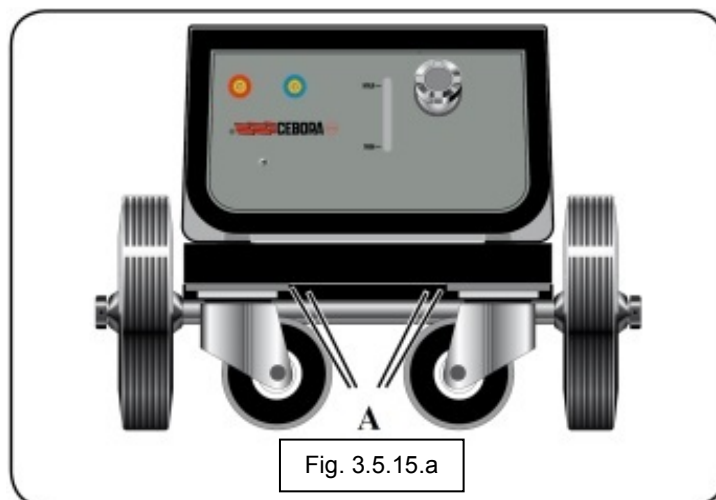

Fig. 3.5.15.a
- controlar el funcionamiento de las regulaciones, efectuando pruebas de soldadura con diferentes regulaciones de los parámetros. Si a las variaciones de regulación no corresponden las respectivas variaciones en la soldadura o se encuentran problemas en la selección de los parámetros, controlar el cableado entre tarjeta panel (70) y tarjeta micro (37), sustituyéndolas en caso de ser necesario;
Al encenderse el generador, la tarjeta micro (37) verifica que el equipo de enfriamiento esté conectado, procediendo mediante la señal suministrada por el puente en los terminales 1 y 2 del conector (9) en el equipo de enfriamiento (Fig. 3.5.15.C). Con el conector (9) desconectado o bien con el puente abierto, el equipo de enfriamiento queda inhabilitado y no es posible seleccionar el equipo de enfriamiento desde el tablero de control. Durante el proceso MMA, el funcionamiento del equipo de enfriamiento se mantiene inhabilitado.
ACCESIBILIDAD EQUIPO DE ENFRIAMIENTO (Fig. 3.5.15.a)